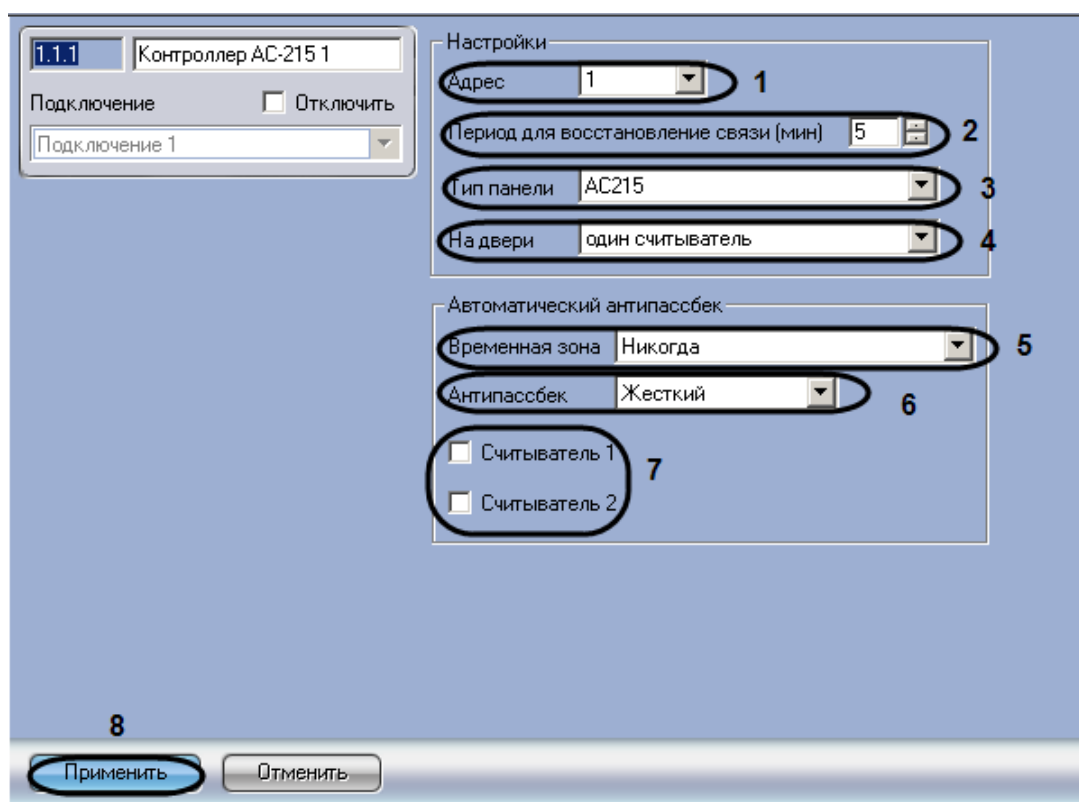

Рис. 3.4—2 Панель настроек объекта Контроллер AC-215
2. Из раскрывающего списка **Адрес** необходимо выбрать свободный адрес контроллера в диапазоне от 1 до 32 (см. Рис. 3.4—2, 1).
3. В поле **Период для восстановления связи (мин)** необходимо ввести с помощью кнопок **вверх-вниз** время в минутах, в течение которого будут предприняты попытки восстановления связи с контроллером AC-215 (см. Рис. 3.4—2, 2).